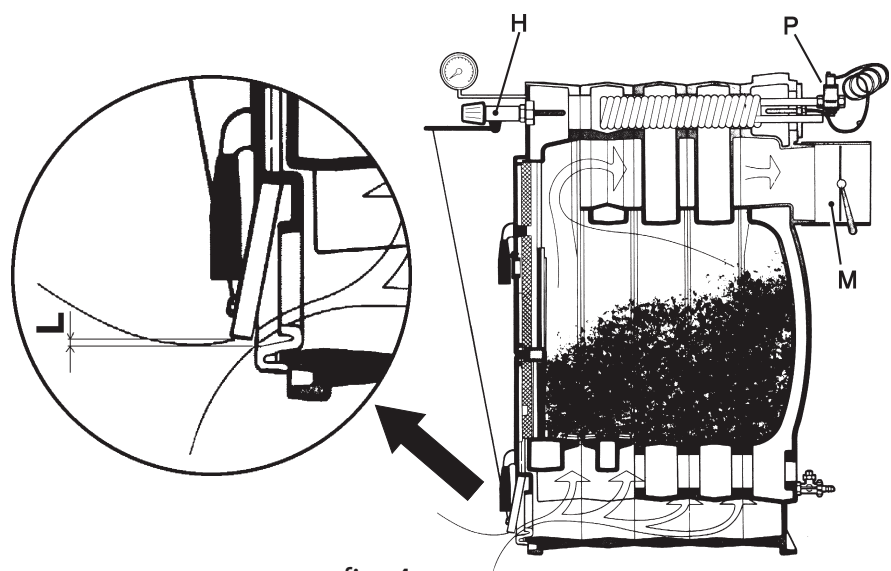

fig. 4
6. Regular o parafuso de afinação da portinhola da tomada de ar de modo a que, com a portinhola no batente, permaneça sempre uma passagem de ar de cerca de 1 - 2 mm no máximo. Com a caldeira fria, colocar o termóstato de regulação em 60°. Aplicar a corrente no respectivo olhal da portinhola da tomada de ar, regulando o comprimento de modo a que a passagem de ar "L" (fig.4) seja de cerca de 15 mm para "coke III" e 2 mm para "madeira".
- 1 Remover a corrente e a armadura do regulador termostático "H" (ver fig. 4)